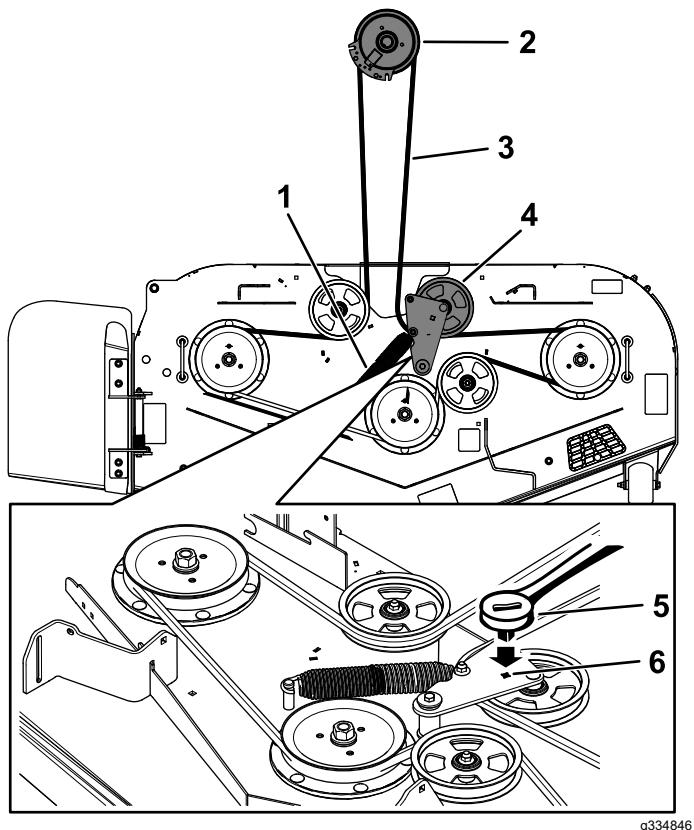

Figure 22
- Insérez un rochet de  $\frac{3}{8}$  pouce dans le trou carré du bras de la poulie de tension pour détendre le ressort de la poulie de tension (Figure 22).
14. Chaussez la courroie du tablier de coupe sur la poulie de tension rappelée par ressort (Figure 22).